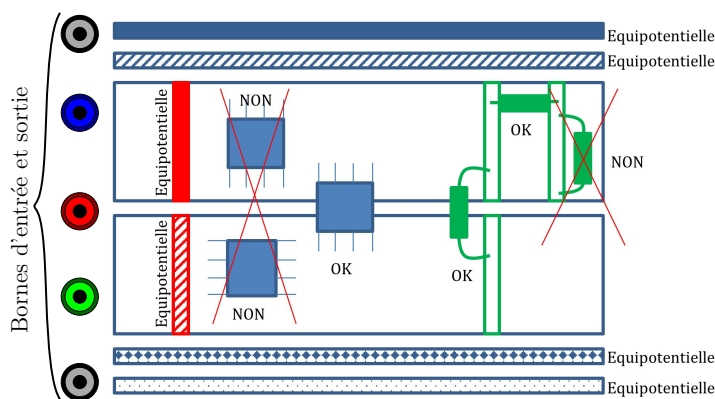

Figure 28 : Connexion des puces et dipôles sur la plaquette
- ✘ On peut en effet brancher facilement sur la plaquette des composants libres comme indiqué figure 28